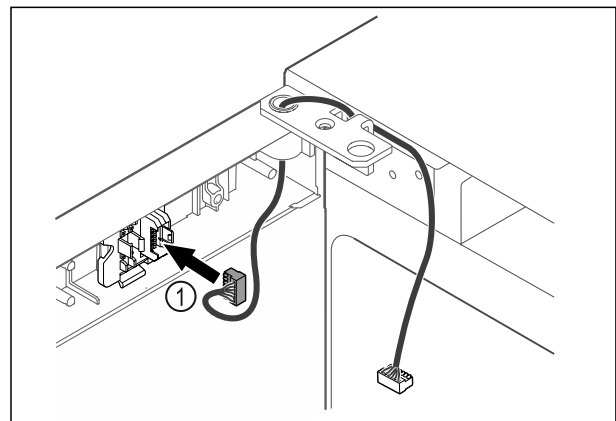

Fig. 48
- ▶ Stekker Fig. 48 (1) in stekkerhouder steken.